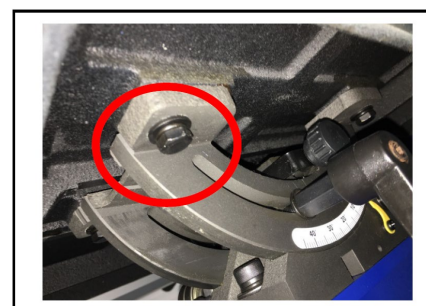

Abbildung 4
4. Achten Sie darauf, dass der Tisch in der Mitte steht. Befestigen Sie dann den Tisch am Zapfen. Zur Befestigung verwenden Sie bitte (1) eine M8-Unterlegscheibe, (2) eine M8-Federscheibe und (3) eine M8x25-Sechskantschraube. (siehe Abbildung 4)